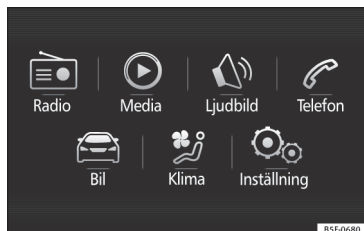

Bild 34 Easy Connect: Huvudmenyn
- Tryck på systemets **MENU**-knapp och sedan på **CAR** » **bild 34**-knappen eller **CAR**-knappen för att komma till **CAR**-menyn » **bild 35**.